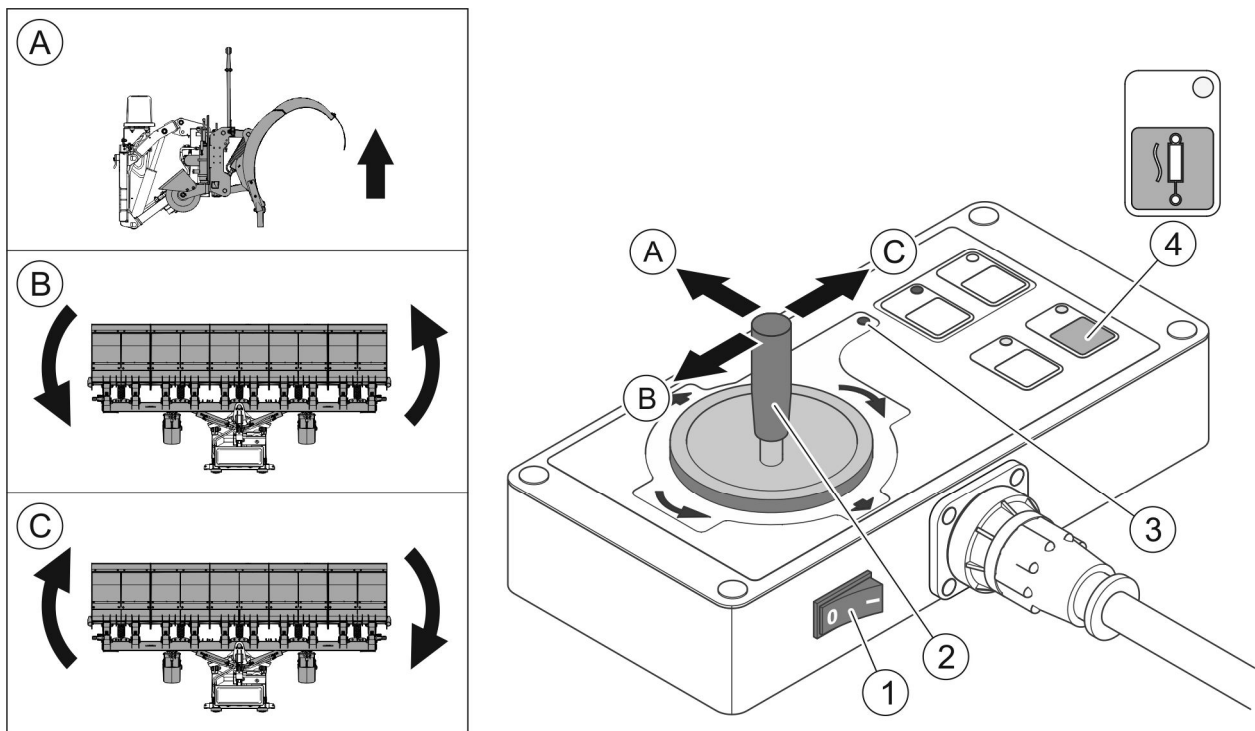

РИСУНОК 4.16 Пульт управления - изменение рабочего положения.
В снегоотвалах с гидравлической системой с одной парой быстorableзъемных соединений или электрогидравлическим питателем Power-Pack изменение рабочего положения происходит при помощи пульта управления (РИСУНОК 4.16).
Для того, чтобы изменить рабочее положение снегоотвала, пульт управления должен быть активным (главный выключатель (1) (РИСУНОК 4.16) в положении „I” - включено). Для изменения положения отвала служит джойстик (2). При переводе джойстика (многофункциональной рукоятки) в левое положение (B) отвал поворачивается в левую сторону, при переводе рукоятки в положение (C) отвал поворачивается вправо. Для подъема снегоотвала нужно перевести джойстик вперед в положение (A). Опускание отвала возможно только путем включения "плавающей" функции при помощи переключателя "плавающего" положения (4). При переводе многофункционального рычага в положение (A), (B) или (C) включается сигнальная (3) лампочка активности пульта и работы электрогидравлического питателя Power-Pack.